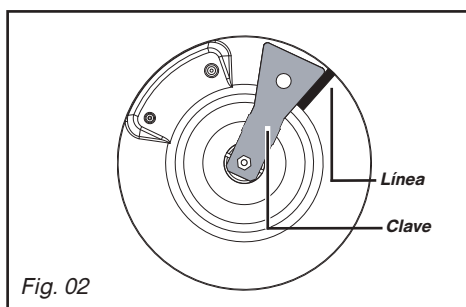

Fig. 02
- Trace una línea en la placa del hogar con la ayuda de un lápiz en el lugar indicado (Fig. 02).